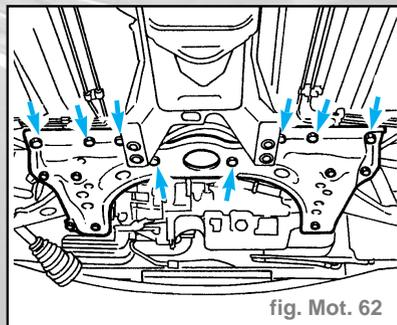

fig. Mot. 62
- Dévisser les vis de fixation arrière de la traverse AV à la coque et au boîtier de direction ; ensuite, en se faisant aider par une autre personne, extraire la traverse AV en même temps que les bras oscillants et la barre stabilisatrice (fig. Mot. 62).